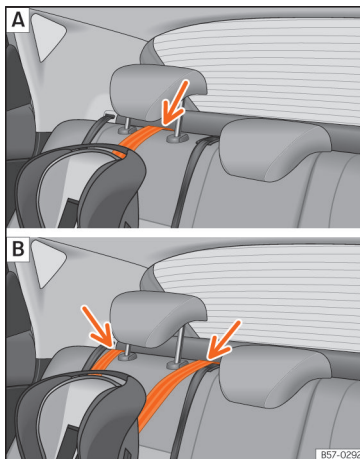

Abb. 30 Rücksitze: Einstellung und Einbau je nach Top Tether-Gurt.
- Führen Sie den Gurt unter der Kopfstütze des Rücksitzes durch »» **Abb. 30** (in Abhängigkeit der Gebrauchsanweisungen des Kindersitzes ggf. Kopfstütze anheben oder entfernen).